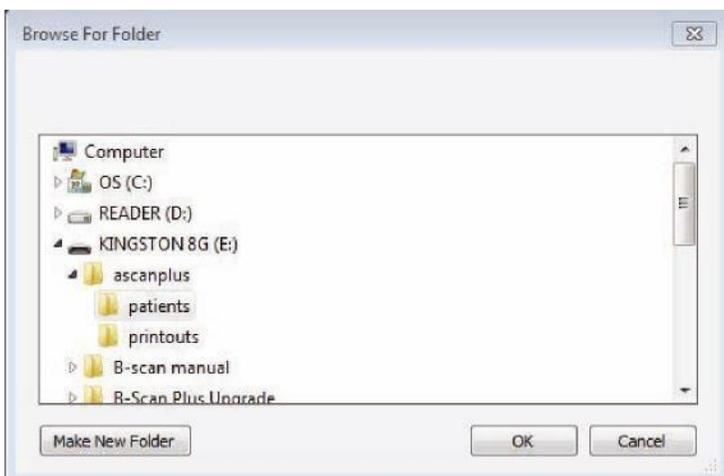

Figura 5-12 Browser Windows - Individuare la cartella Esame
2. Accutome A-Scan Plus Connect lancerà un browser di Windows, come mostrato nella Figura 5-12 in basso. Utilizzando il browser, individuare la cartella in cui si desidera ripristinare i dati degli esami.